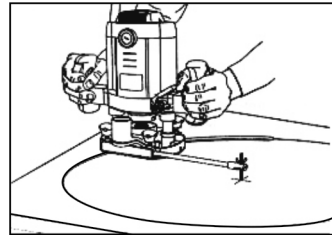

Fig. 4 – Fresado radios con la plantilla
- Monte la guía conforme muestra la fig. 4;
- Coloque el perno central conforme muestra la fig. 4.